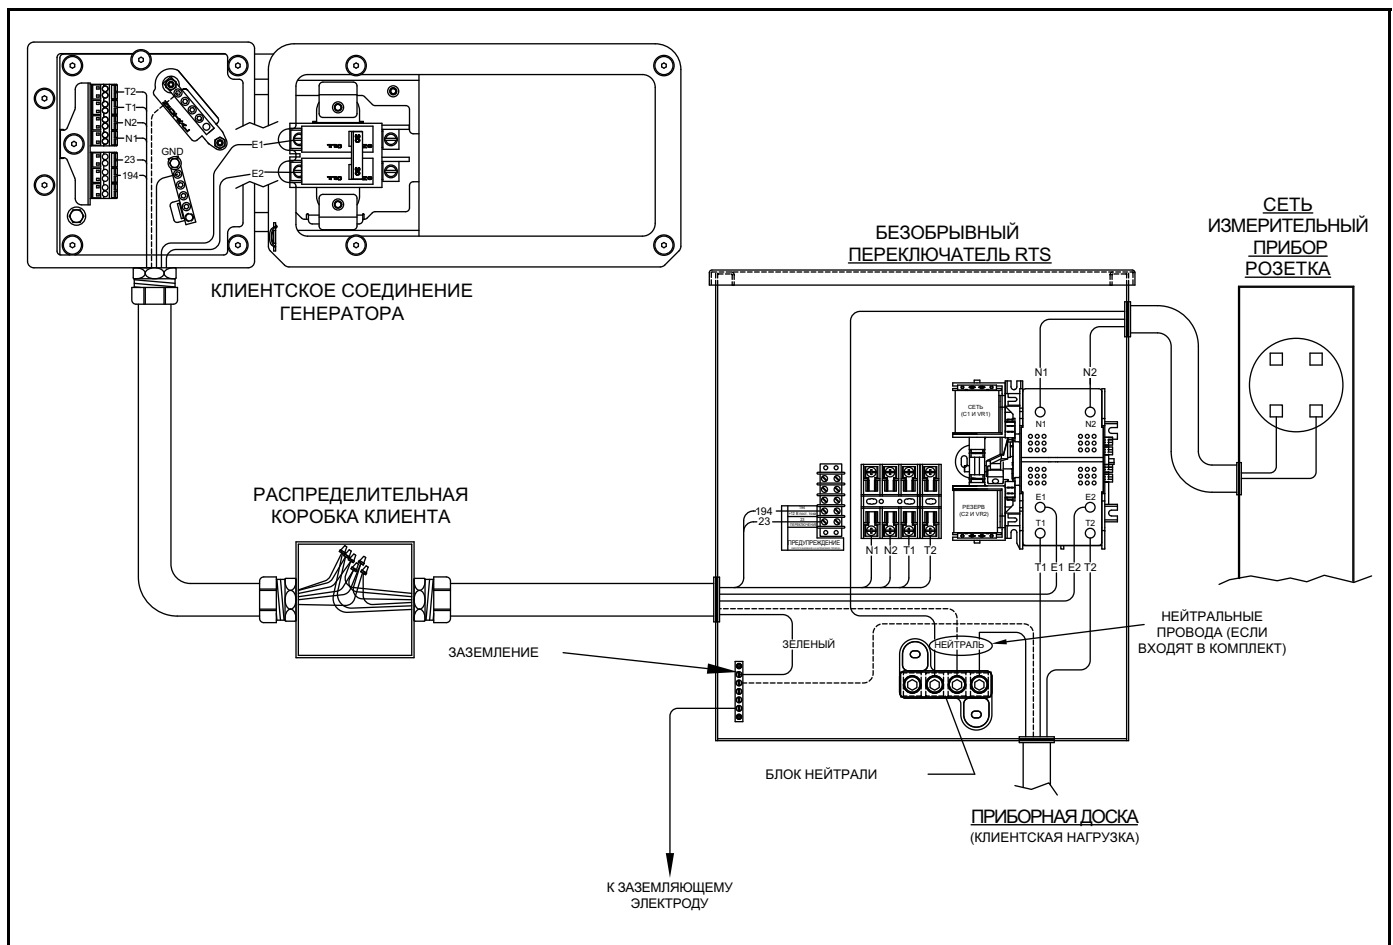

Рис. 6-2. Магистральные провода переменного тока
3. Установите короб, проложите магистральный провод переменного тока и провода управления между генератором и безобрывным переключателем (Рис. 6-2). Для этого следует использовать внешнюю соединительную коробку класса NEMA 3 (в комплект поставки не входит).
4. Если это необходимо, подсоедините нейтральный провод к нейтральной шине и затяните с усилием, указанным в спецификации. См. рис. 6.2.
5. Подсоедините провод заземления к шине заземления и затяните с усилием, указанным в спецификации. См. рис. 6.2.